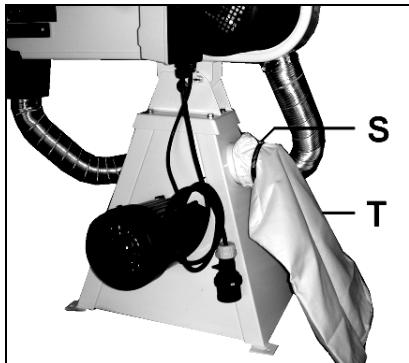

**Fig 7**
Montieren Sie den Auflagenträger (P, Fig 7) mit 2 Schrauben (R) und 4 Scheiben (Q).